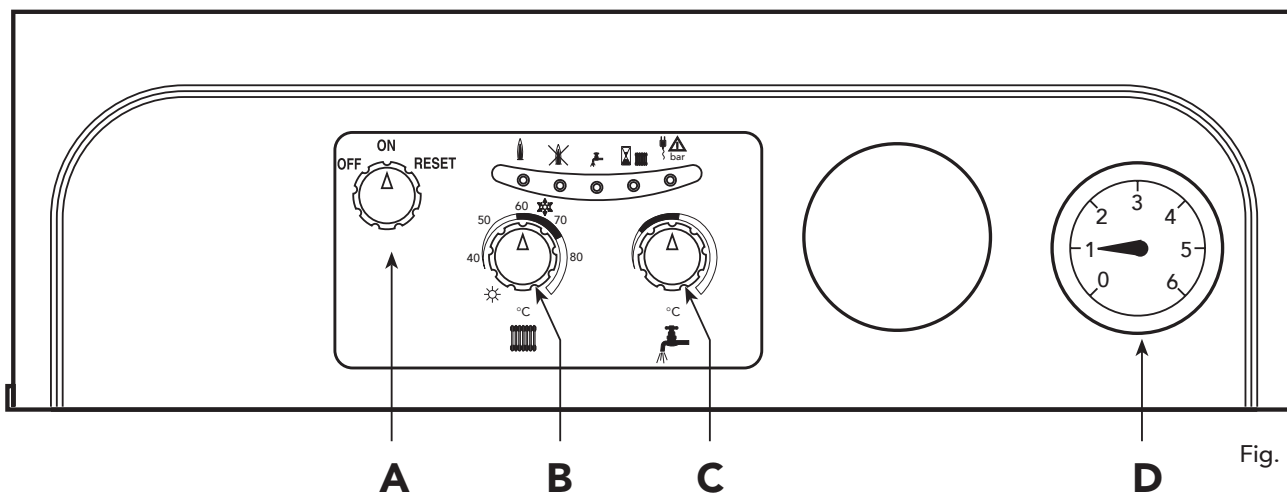

Fig. 23
## "HIVER" (❄️) (fig. 23)
## "ETE" (☀️) (fig. 23)
- Faire tourner le commutateur (A - Fig. 23) pour le mettre sur ON.
- A ce moment-là, il est possible de décider comment faire fonctionner la chaudière, soit pour le chauffage et la production d'eau chaude sanitaire, soit pour la production d'eau sanitaire uniquement. Si l'on choisit la première solution: chauffage + eau chaude sanitaire, il faut mettre le bouton B (Fig. 23) en position Hiver à un endroit qui correspond à plus de 50°C et celui du thermostat, s'il y en a un, sur la valeur de température voulue. A ce moment-là, le brûleur s'allume et la chaudière commence à
Si l'on choisit la deuxième solution: eau chaude sanitaire uniquement, il faut mettre le bouton B (Fig. 23) en position Eté.
**Note** - Une fois les manoeuvres d'allumage effectuées correctement, si les brûleurs ne s'allument pas et si la lampe témoin de blocage s'allume, il faut attendre 15 secondes environ, puis faire tourner le bouton A (Fig. 23) pour le mettre en position **RESET** (remise en marche) et le relâcher. La carte électronique répétera le cycle d'allumage. Si, au bout de la deuxième tentative, si les brûleurs ne s'allument toujours pas, il faut se reporter au paragraphe intitulé «Recherche des pannes».